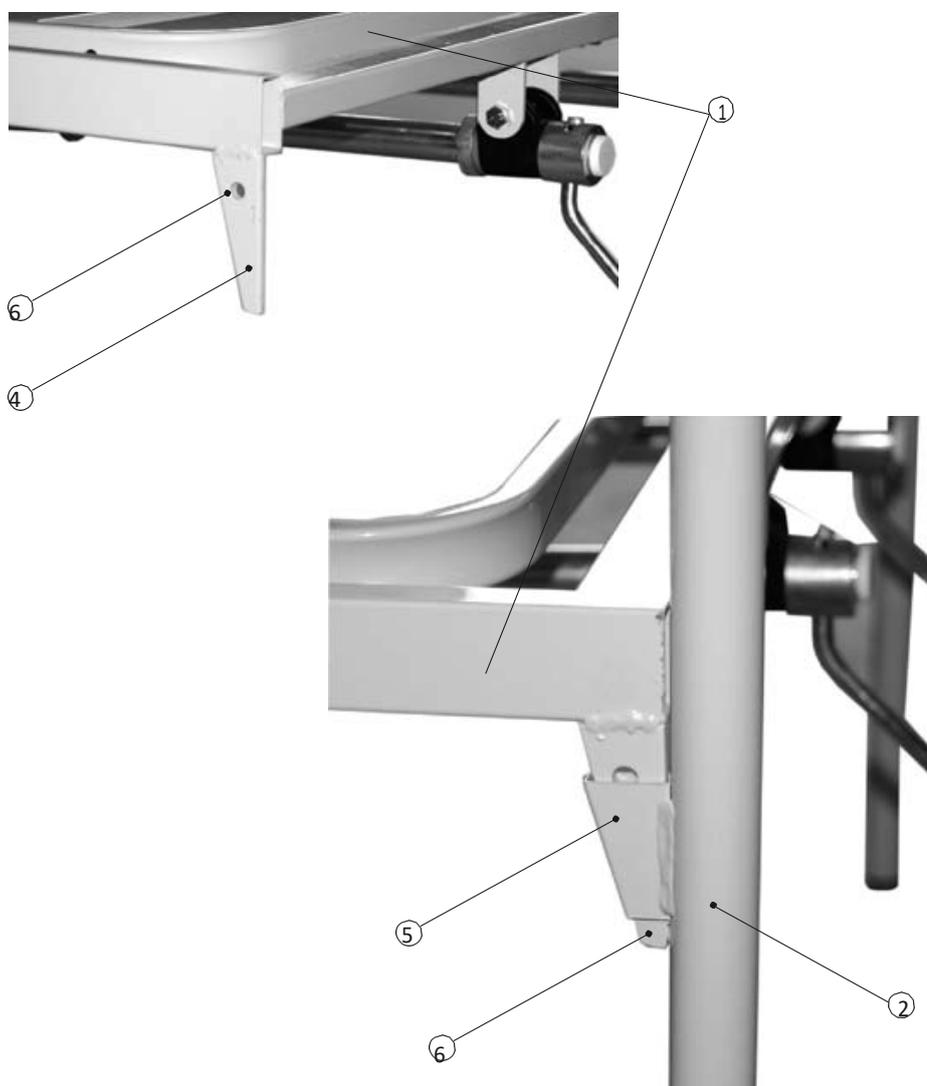

Fig. 6 Montaggio del piano rete sulle spalle
3.1 Montaggio del piano rete sulle spalle (Fig. 6)
Fig. 6 bis Montaggio spintore a manovella
Fig. 6 ter. Posizionamento anti ingombro della manovella